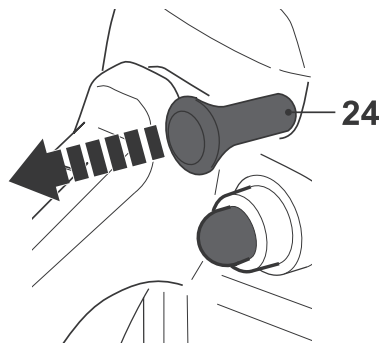
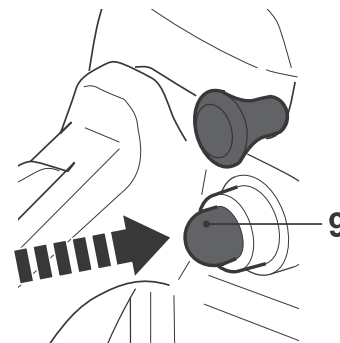

Fig. 23
Fig. 24
- > Tire completamente de la palanca de ahogue (24). La palanca de ahogue está ahora en la posición de CIERRE y el acelerador se ajusta en la posición de conmutación rápida (Fig. 23). Presione 6 veces el cebador (9) hasta que la burbuja se llene de combustible (Fig. 24).